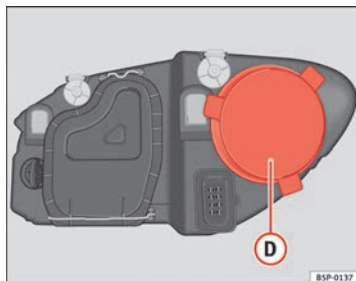

Abb. 192 Standlicht
- Den Deckel ⇒ Abb. 192 **D** abziehen.